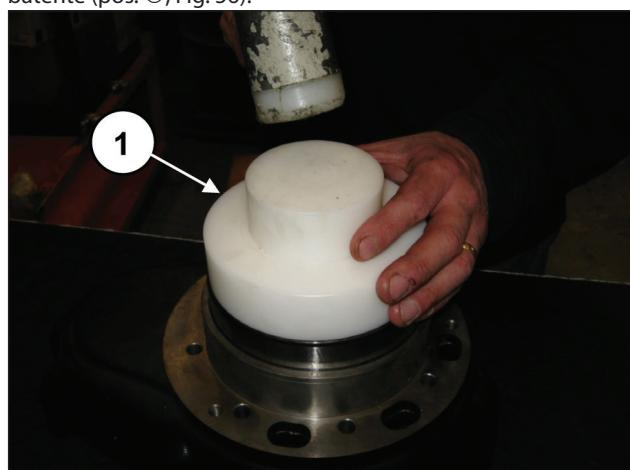
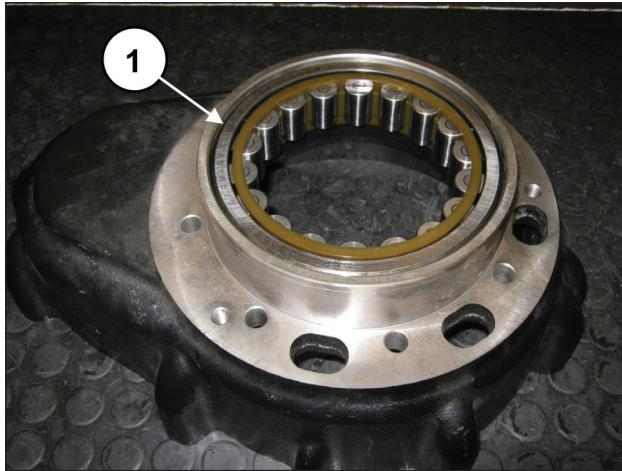

Fig. 55
Fig. 56
Do lado oposto da caixa do redutor, pré-monte o anel externo do rolamento do eixo de manivela, usando a ferramenta cód. 27605000 (pos. ①, Fig. 55) até a sua inserção completa até o batente (pos. ①, Fig. 56).